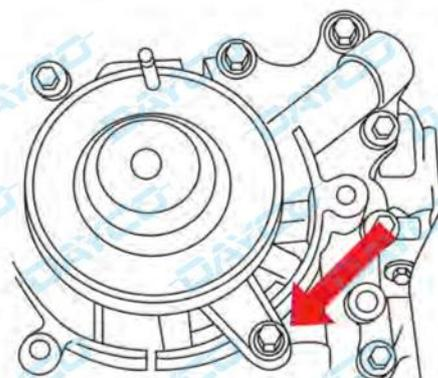

Fig. 3
- Monte la guía de la correa de distribución (Fig. 3).